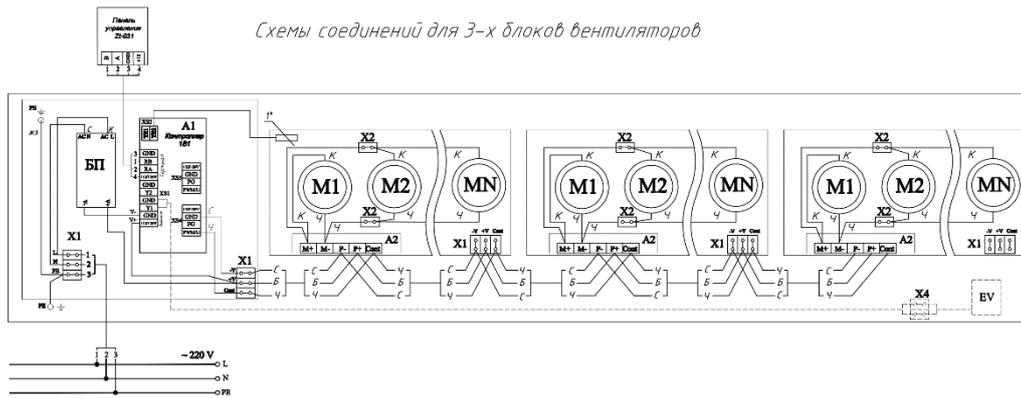

Рис. 7
5.9. Для исполнения конвектора ВКП с контроллером, блоком питания 12В и внешней панелью управления произвести подключение панели управления к клеммнику блока контроллера согласно «Инструкции по установке и настройке системы управления». Произвести подсоединение трех проводной сети 220В 50Гц к клеммнику конвектора по схеме рис.7.